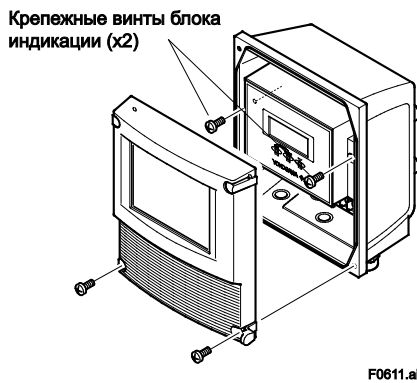

Рисунок 6.3.5 Снятие крепежных винтов блока индикации
- (1) Ослабьте два крепежных винта блок индикации, поддерживая его рукой (смотрите рисунок 6.3.5).